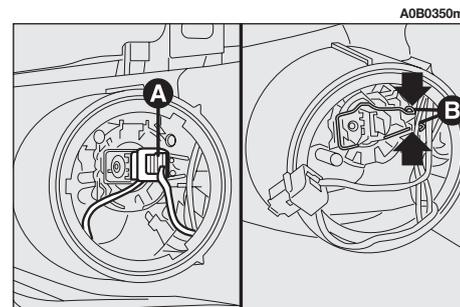

Abb. 27
- Den Steckverbinder (**A, Abb. 27**) abziehen und die Glühlampe nach Aushakung der Federn (**B**), wie in der Abbildung gezeigt, herausnehmen.